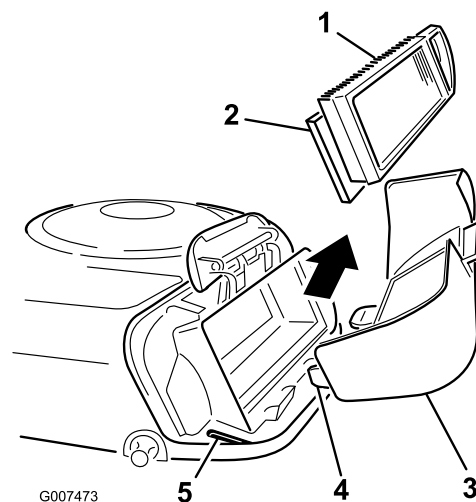

Figura 24
5. Estraiete con cautela l'elemento in schiuma sintetica e l'elemento di carta dal convogliatore (Figura 24).
2. Allineate le linguette del coperchio del filtro dell'aria con le fessure del convogliatore (Figura 24).